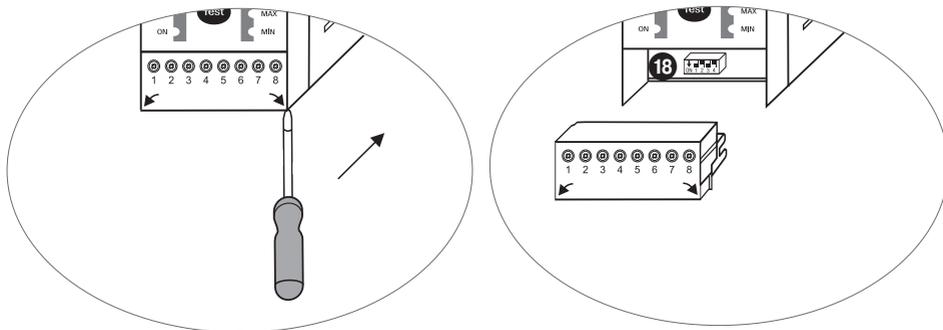

Рис. 9
- Снять **нижнюю** клеммную панель. **Рис. 9**
- Снять верхнюю и нижнюю клеммные панели, **рис. 9**.